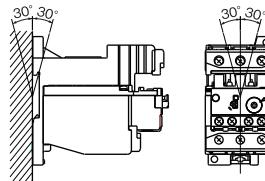

Fig.1
- (1) 湿気、じんあい、振動の少ない所に設置してください。
- (2) 垂直面に取付けてください。許容傾斜角度は30°以内です。(Fig.1)
- (3) サーマルリレーと組合せてできる電磁接触器はTable 1をご参照ください。
The product must not incline more than 30°.(Fig.1)